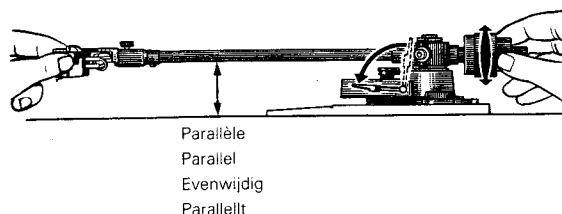

Fig. 8
3. Enlever le protège-pointe libérer le bras de son support et tourner le contrepoids vers la droite ou la gauche de façon que le bras reste en équilibre en position horizontale. (Fig. 8)
3. Nadelschutz entfernen, den Tonarm von der Stütze abheben und etwas in Richtung auf den Plattenteller schwenken. Dann das Gegengewicht so lange im oder entgegengesetzt dem Uhrzeigersinn drehen, bis der Tonarm in der Horizontalen genau ausbalanciert ist und nur noch ganz leicht auf-und abpendelt. (Fig. 8)
3. Verwijder de naaldbescherming, neem de toonarm van de toonarmsteun, en draai het kontragewicht links- of rechtsom, totdat de toonarm perfect horizontaal blijft staan, (parallel met het chassis). (Fig. 8)
3. Ta bort skyddet för nålen, lösgör tonarmen från tonarmsstödet och vrid motvikten på tonarmen antingen till höger eller till vänster tills tonarmen balanserar perfekt i horisontellt läge. (Fig. 8)